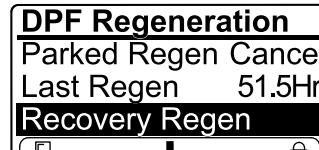

Figura 42
- Se il computer del motore non ha richiesto una rigenerazione di recupero e voi scorrete il menu verso il basso fino all'opzione RECOVERY REGEN, la rigenerazione di recupero viene bloccata e l'icona di blocco (Figura 42) compare nell'angolo in basso a destra dell'InfoCenter.